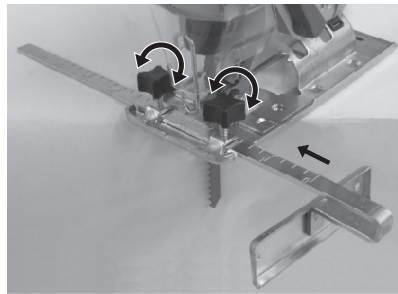

Fig. 8
7.7 Styreskinne for parallellsagning (Fig. 8)